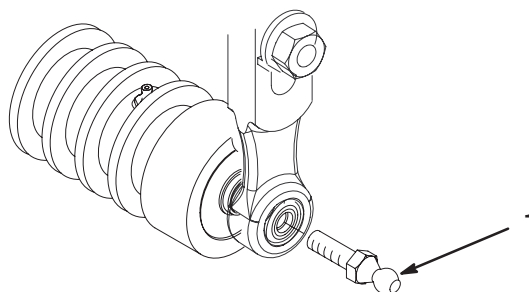

Figure 16
- F. Posez le support du moteur à l'extrémité gauche du plateau de coupe au moyen des (2) vis Allen retirées précédemment. Serrez les vis à 16–20 Nm.
5. Vissez une rotule à chaque extrémité du rouleau avant du plateau de coupe (Fig. 16).